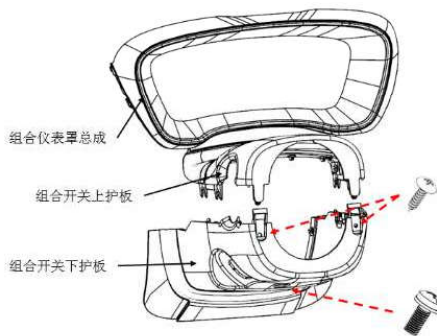

图 1-2-1.1 组合开关
如图 1-2-1.1 所示，组合开关紧固件型号及安装位置、组合开关上下护罩由卡扣配合。
- 3) 上下护板两侧均有卡脚如图 1-2-1.1，拆卸组合开关上护板时双手分别放在组合开关上护板两侧接合处并向上扒上护板，两侧各卡脚即可逐个脱开。
- 4) 然后用十字螺丝刀右旋松掉图 1-2-1.1 示三个紧固件，拆下组合开关下护板总成。。